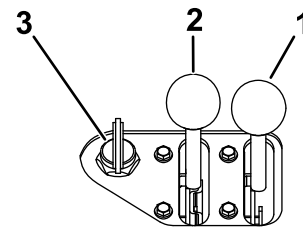

Figura 16
1. Mueva la palanca del acelerador a un punto intermedio entre las posiciones de LENTO y RÁPIDO (Figura 16).
- A. Mueva la palanca del estérter a la posición de ABIERTO (Figura 16).
- B. Gire la llave a la posición de CONECTADO (Figura 16). Cuando el motor arranque, suelte la llave.
- C. Mueva gradualmente la palanca del estérter a la posición de DESCONECTADO (Figura 16). Si el motor se cala o funciona de forma irregular, active el estérter otra vez hasta que el motor se caliente.
3. En el caso de motores Kohler, gire la llave a la posición de CONECTADO (Figura 16). Cuando el motor arranque, suelte la llave.
4. Mueva la palanca del acelerador a la posición deseada (Figura 16).
2. Mueva la palanca del acelerador a la posición de LENTO (Figura 16).